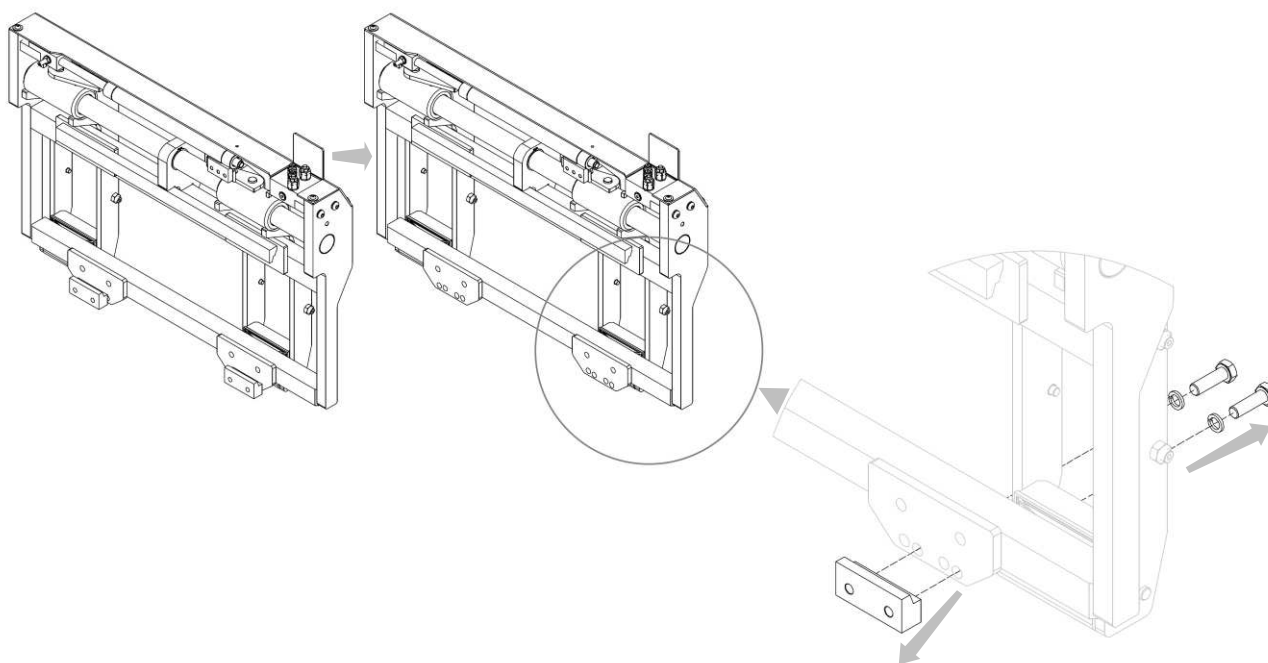

Figura 7
4. Rimuovere i ganci inferiori dall'attrezzatura (vedi *Figura 7*).